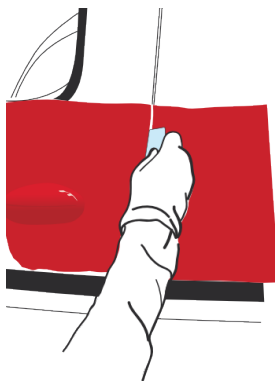

Abbildung 26
- › Fahren Sie abschließend mit der Rakele über den Zuschnitt. Neigen Sie dabei die Rakele in Richtung des schmalen Randes. (Abb. 26)